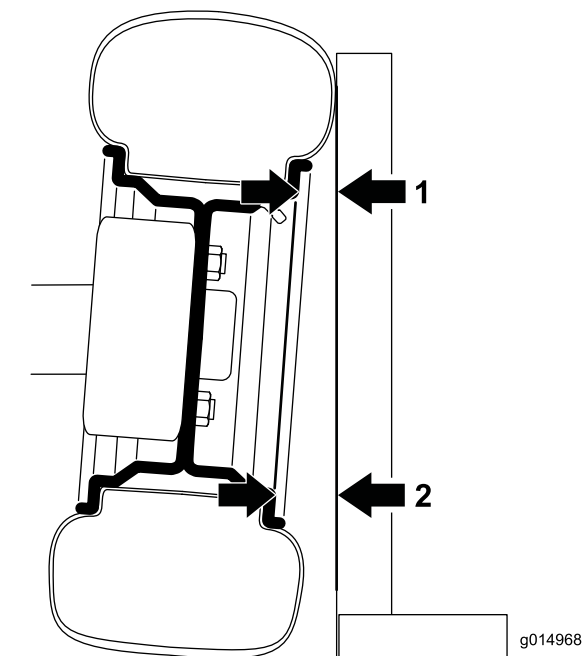

Bild 51
1. Zum Messen der Neigung legen Sie ein rechtwinkliges Rechteck auf den Boden, wobei die vertikale Kante die Vorderseite des Reifens berühren sollte (Bild 51).
2. Messen Sie von demselben Teil der Felge oben und unten am Reifen zum Rechteck (Bild 51).